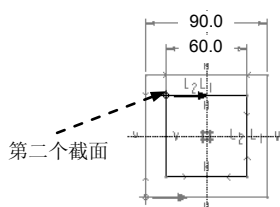

图 5.26.7 截面图形
(1) 在绘图区右击, 从弹出的快捷菜单中选择 **创建截面** 命令 (或选择下拉菜单 **草绘 (S)** **特征工具 (F)** **创建截面** 命令)。
(2) 绘制并标注草绘截面, 如图 5.26.7 所示。